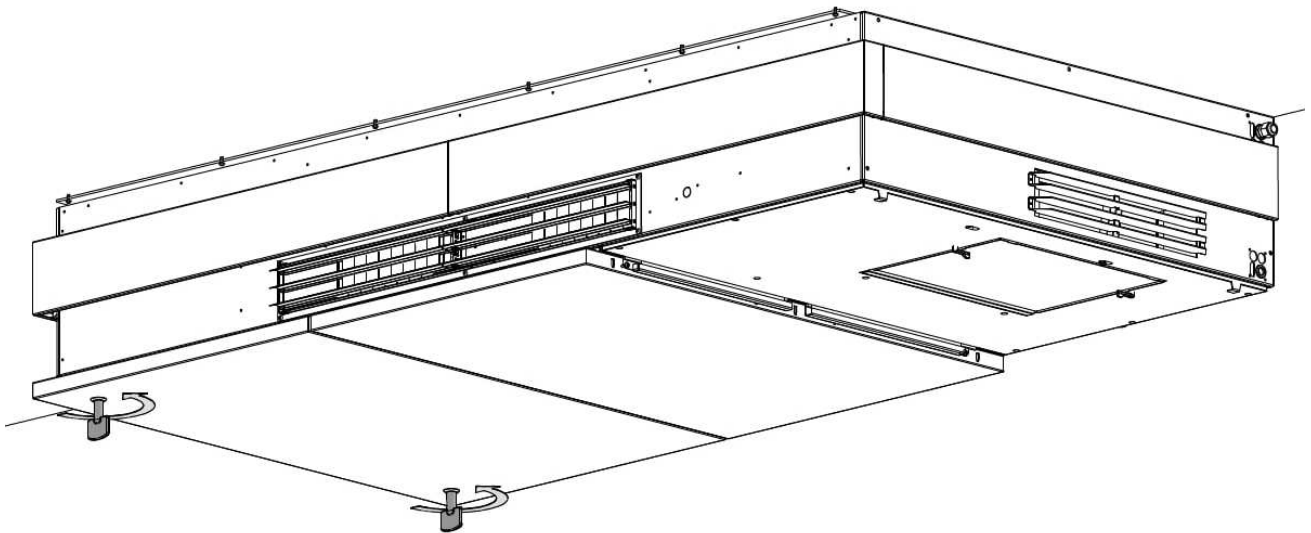

Abbildung 55: Verriegeln des linken Gehäusedeckels
4. Sperren Sie den Gehäusedeckel mit dem beiliegenden Schlüssel ab, siehe Abbildung 55.